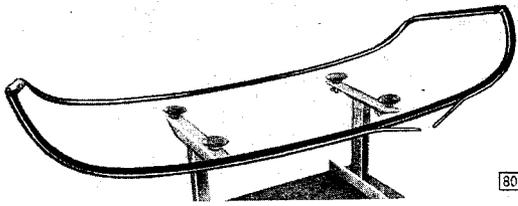
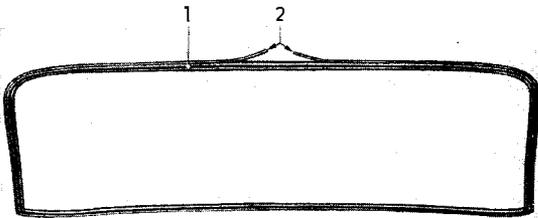

Bild 7 - Gummischnur als Montagehilfsmittel in Gummifassung eingelegt – Windschutzscheibe
Bild 8 - Gummischnur als Montagehilfsmittel in Gummifassung eingelegt – Rückwandscheibe
4. In Gummifassung als Montagehilfsmittel Gummischnur, die nach dem endgültigen Einbau vom Wageninnern in die Gummifassung eingelegt wird, in die Lippe, in die sich der Karosseriesteg einsetzt, einlegen. Hierbei etwa in der Mitte der Windschutzscheibe unten (Bild 7) oder Mitte Rückwandscheibe oben (Bild 8) beginnen. Gummischnur vorher leicht mit Glycerin bestreichen.